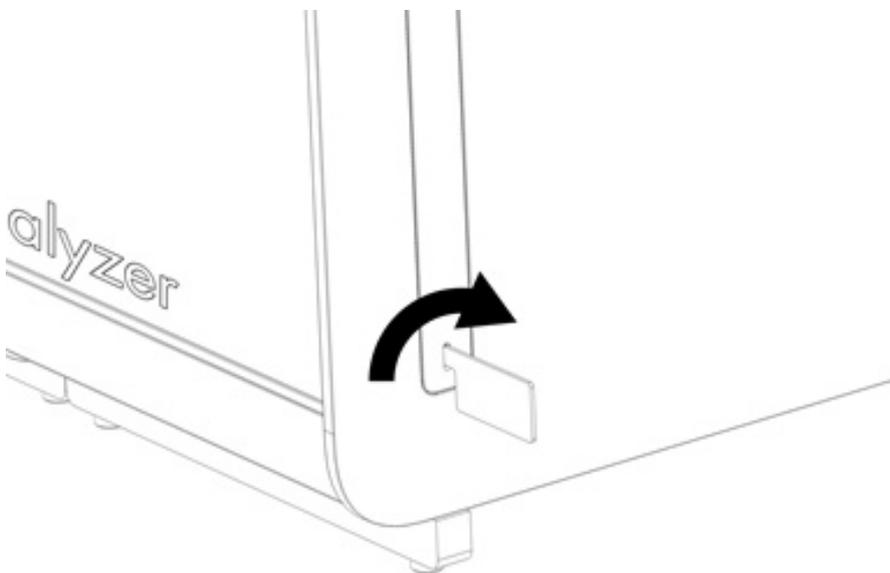

Figura 15. Removendo as coberturas de proteção.
3. Remova as coberturas de proteção da parte lateral do Módulo analítico com a Ferramenta de remoção de coberturas de proteção fornecida com o QIAstat-Dx Analyzer 2.0 (Figura 15).